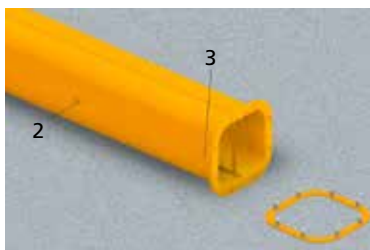

fig.26
- dans le cas du câble 1, introduisez le câble dans le passe câble 3, et remontez le jusqu'au trou 2 au sommet de la potence (fig. 26)
1. Une fois la contreplaque fixée, insérer, si nécessaire, le câble d'alimentation 1 dans la colonne posée sur le sol, via le presse-étoupe 3 situé à la base de la colonne, jusqu'à atteindre le trou 2 situé en haut (fig. 26)